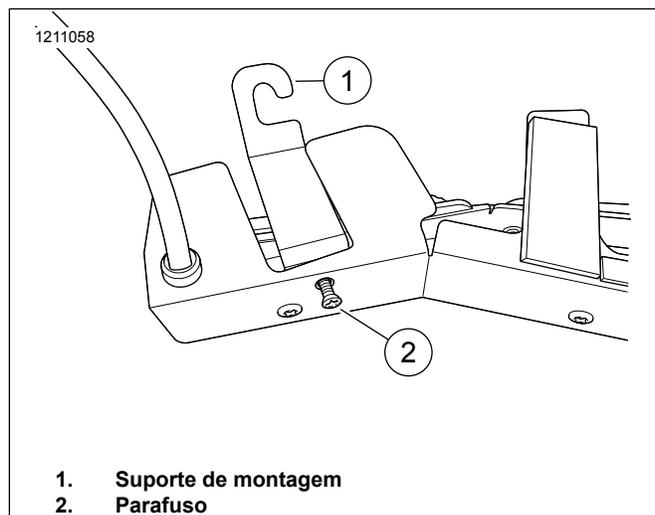

Figura 5. Suporte e parafuso
4. Veja a figura 5. Posicione o suporte de montagem (1) na abertura com o ângulo do suporte voltado para cima.